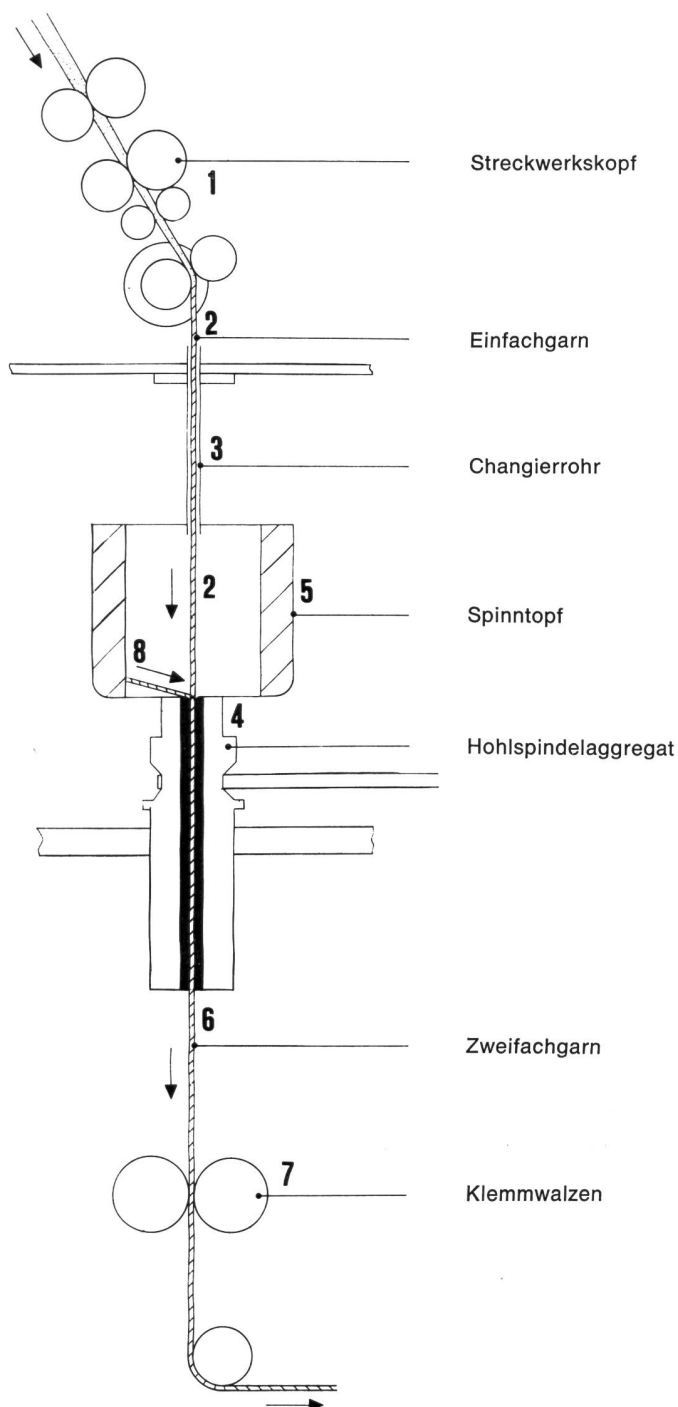

Abbildung 14 Axispinner, Greenbank
Man könnte dieses Spinnsystem als eine Kombination des normalen Zentrifugalspinnens (Topfspinnen) mit dem russischen Sotexa-Spinnen betrachten. In einer ersten Prozessstufe stellt man in einer Zentrifuge ein normales Garn her (Abbildung 14). In einer zweiten Phase läuft ein zweiter Faserverband (2) aus derselben Spinnkanne durch das über der Zentrifuge liegende Streckwerk (1) und durch den eben gesponnenen Kuchen in der Zentrifuge (5) hindurch. An der Hohlspindel (4) wird der zuerst gesponnene Faden (8) dem neuen Faserverband zugeführt. Durch die Rotation der Spindel werden beide Verbände umeinander gedreht. Es entsteht ein regelmässiger Zwirn mit normalen Drehungen. Keine Drehungen enthalten jedoch die zwei Einzelfäden, denn der Faserverband (2) läuft direkt durch die Zentrifuge und der zweite Faden (8) wird beim Zwirnen wieder aufgedreht, da er in Gegenrichtung zum Spinnen abgezogen wird. Die Aufwicklung des Zwiirns erfolgt auf einer Kreuzspule, die durch einen Bedienungsgang von der Spinnereinheit getrennt ist.